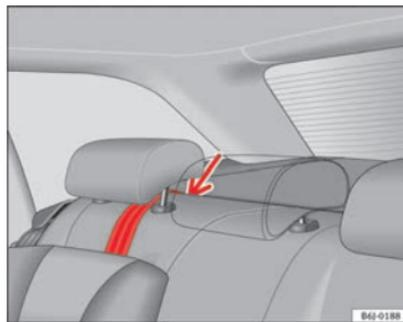

Fig. 28 Correia de fixação: ajuste correcto e montagem
- Passar a correia de fixação do Top Tether por baixo do encosto de cabeça do lugar traseiro ⇒ Fig. 28 (levantar o encosto de cabeça se for necessário).